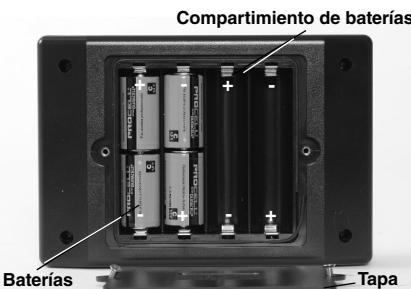

Figura 6 – Reemplazo de las baterías (transmisor)
1. Estando el aparato apagado, quite la tapa del compartimiento de baterías. Si es necesario, extraiga las baterías (Figura 6).